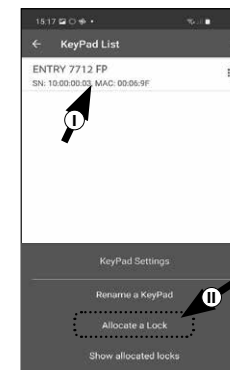

Abb. 30
⑤ Tippen Sie den Eintrag der Tastatur an, welcher einem Zylinder zugeordnet werden soll (I) (Abb. 30).
⑥ Tippen Sie danach auf „Allocate a Lock“ (II) (Abb. 30).